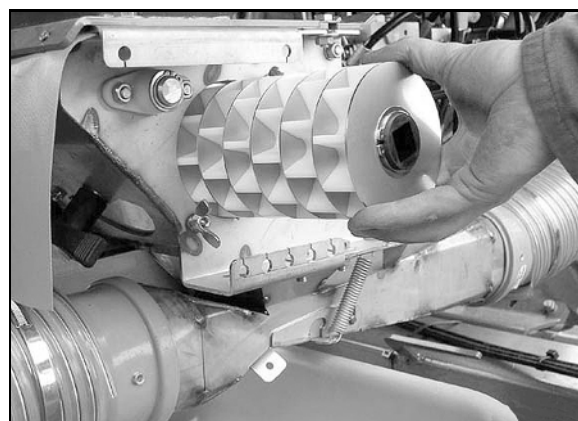

Рис. 86
3. Ослабьте две барашковые гайки (Рис. 86/1), не откручивайте полностью.